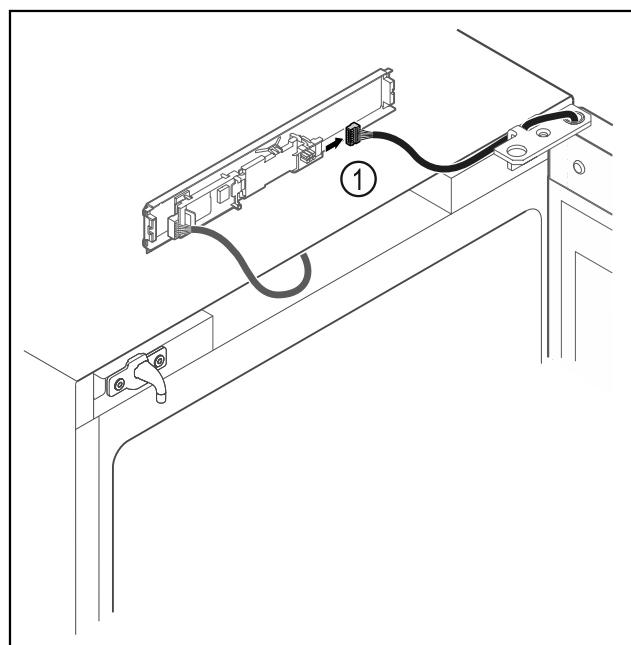

Fig. 15
- Odvojite utikač Fig. 15 (1) od tiskane pločice.